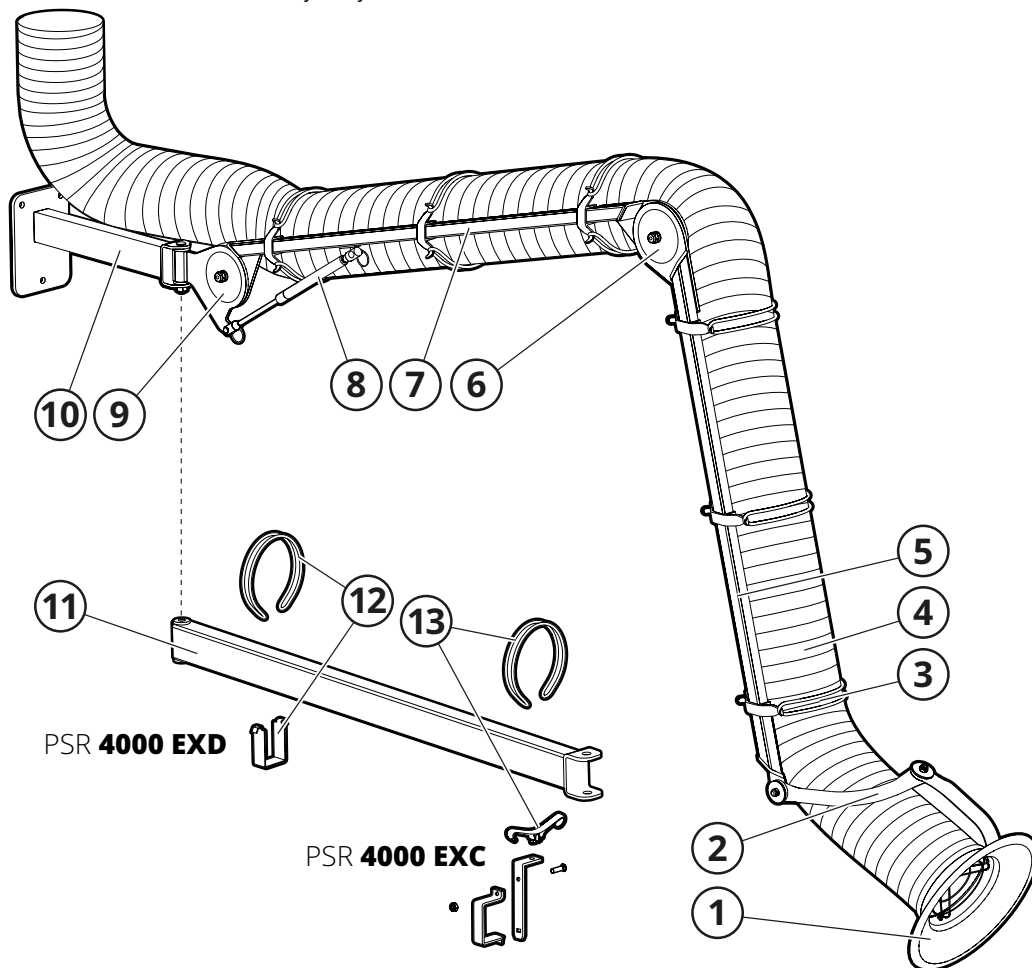

Fig. 2
Siehe Fig. 2.
Der Punktabsauger wird standardmäßig an einer Wandhalterung montiert (10, Fig. 2) und hat außenseitig angebrachte Tragarme (5, 7). Am oberen Gelenk (9) befindet sich eine Gasfeder (8), die das Eigengewicht des Arms ausgleicht. Der Armwiderstand wird am jeweiligen Gelenk geregelt (6, 9). Die Haube (1) ist für maximale Saugleistung ausgelegt und ideal zum Absaugen von Gas und Staub geeignet. Das Haubengelenk (2) lässt sich um 180+180° justieren. Der Schlauch (4) ist über die Fumex Q-MaiDTM Schlauchhalterung (3) am Arm angebracht.